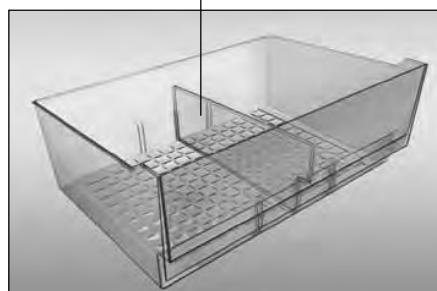

Figura 8
**4.1.7** Cutia (pentru fructe și legume) are un separator, după cum se vede în figura 8, care se instalează în una din cele trei poziții cu ajutorul adânciturilor de direcționare.